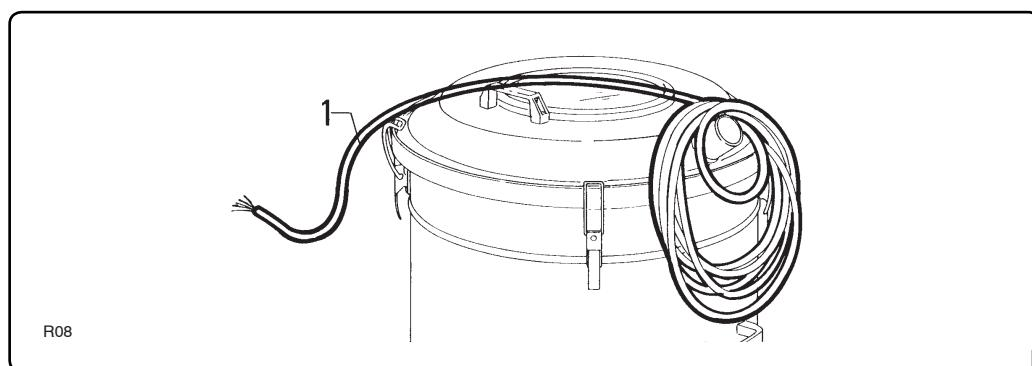

Fig. 5.2.1
5.2 - Collegamento alla rete elettrica (fig. 5.2.1)
Dall'aspiratore esce il cavo "1" fig. 5.2.1 sprovvisto di spina.
5.2 - Connenting to the electricity main (fig. 5.2.1)
The vacuum cleaner is equipped with cable "1" fig. 5.2.1. This cable has no plug.
5.2 - Raccordement au secteur d'alimentation électrique (fig. 5.2.1)
Le câble "1" fig. 5.2.1 sort de l'aspirateur et il est dépourvu de fiche.
5.2 - Conexión con la red eléctrica (fig. 5.2.1)